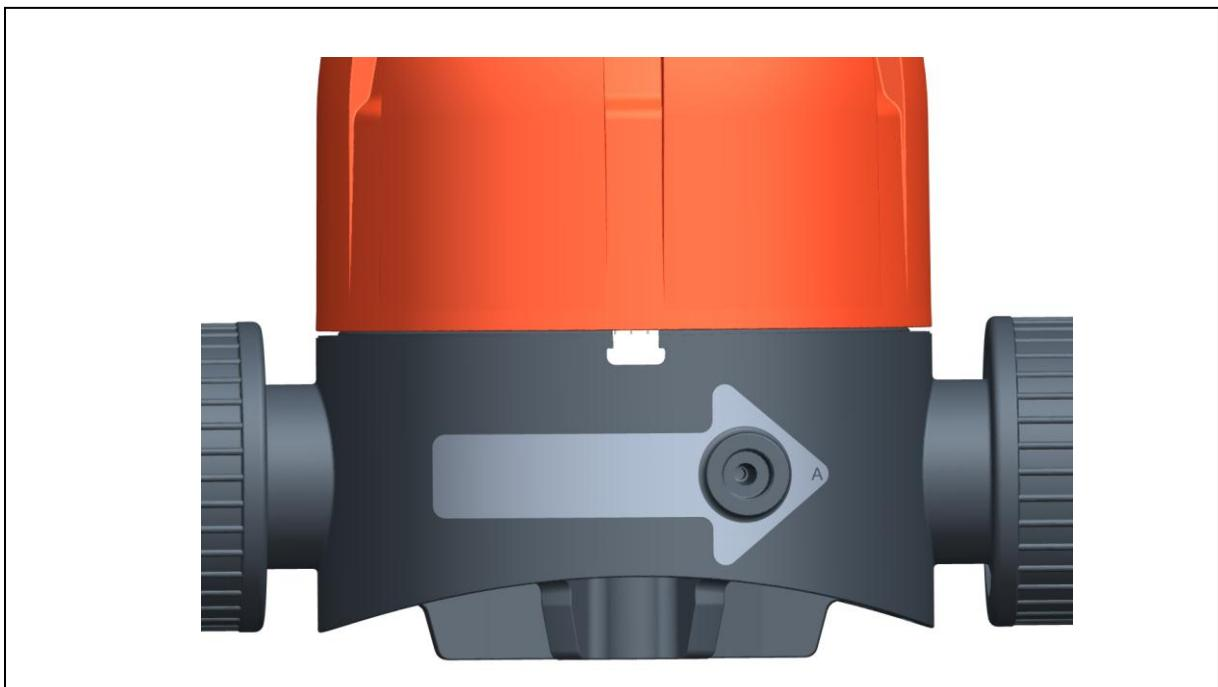

Abb. 1
- Durchflussrichtung beachten, siehe Richtungspfeil auf Unterteil (Abb. 1)